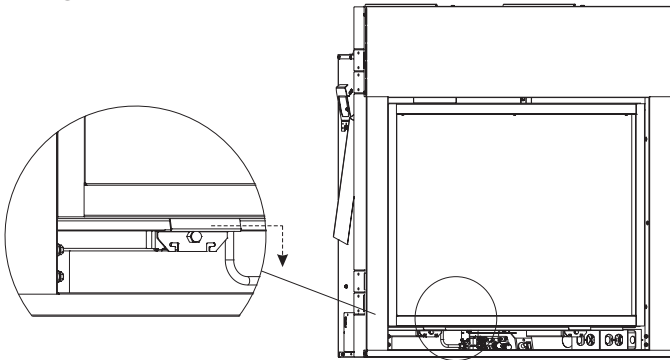

Figure 18
2. Désenclencher les loquets en les tirant vers le bas. **Voir Figure 18.**